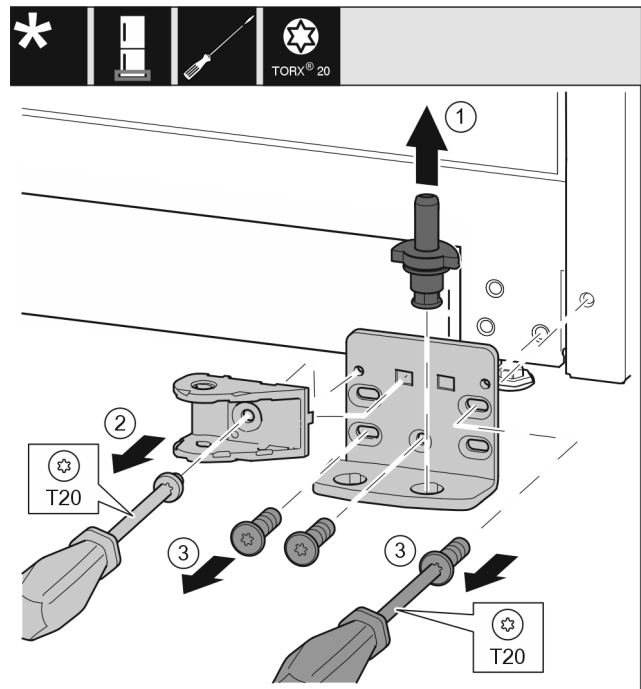

Fig. 41
- ▶ Опорный палец Fig. 41 (1) полностью извлеките движением вверх.
- ▶ Открутите винт Fig. 41 (2) отверткой и снимите соединительный элемент амортизатора закрывания дверей.
- ▶ Открутите винты Fig. 41 (3) отверткой и снимите опорный кронштейн.